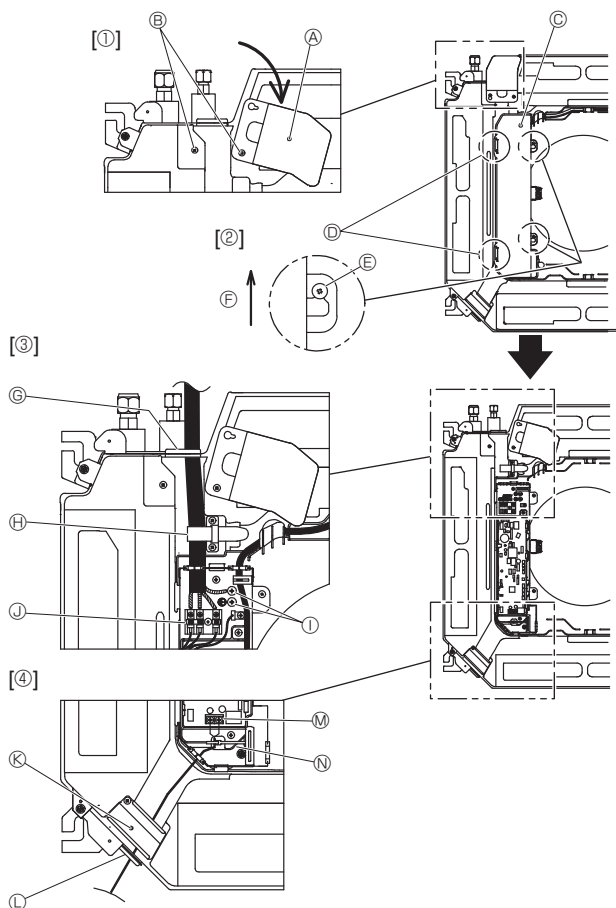
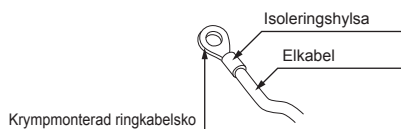
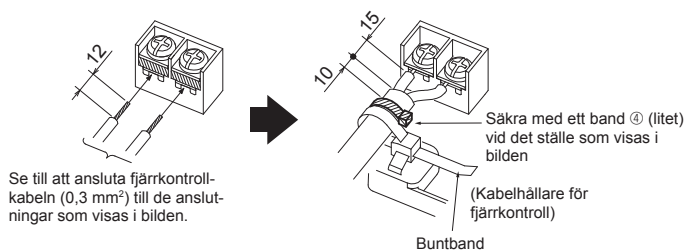

Fig. 6-1
Fig. 6-2
Fig. 6-3
6.1. Inomhusenhet (Fig. 6-1)
1. Lossa de två skruvar som håller servicepanelen för elektriska ledningar och vrid den. [Fig. 6-1 ①]
2. Lossa de två skruvar som håller eldosans lock och skjut av locket. [Fig. 6-1 ②]
3. Dra strömförsörjningskabeln, anslutningskabeln mellan inomhus- och utomhusenheten och jordkabeln genom respektive kabelgenomföring enligt schemat. [Fig. 6-1 ③] Anslut den mantlade delen av strömförsörjningskabeln och anslutningskabeln mellan inomhus- och utomhusenheten i elkompentlådan. Använd krymmonterade ringkabelskor för plintkortet för anslutning mellan inomhus- och utomhusenhet samt för uttagssatsen för strömförsörjning (tillval). [Fig. 6-2] Om det inte går att använda krymmonterade ringkabelskor, följ anvisningarna i Fig. 6-3 till 6-6.
4. Dra fjärrkontrollens kabel genom ledningsöppningarna enligt schemat. [Fig. 6-1 ④, Fig. 6-3]